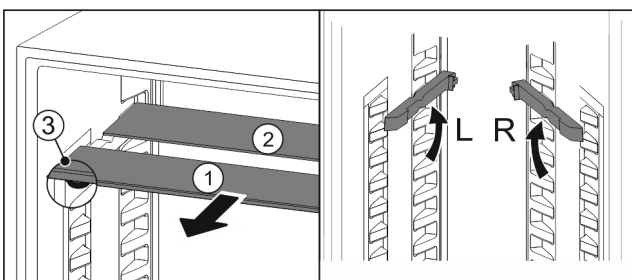

Fig. 86
- ▶ Посуньте Fig. 86 (1) скляну панель вперед.
- ▷ Скляна панель Fig. 86 (1) з декоративною планкою лежить спереду.
- ▷ Стопори Fig. 86 (3) показують вниз. Пристрої з морозильною камерою:*